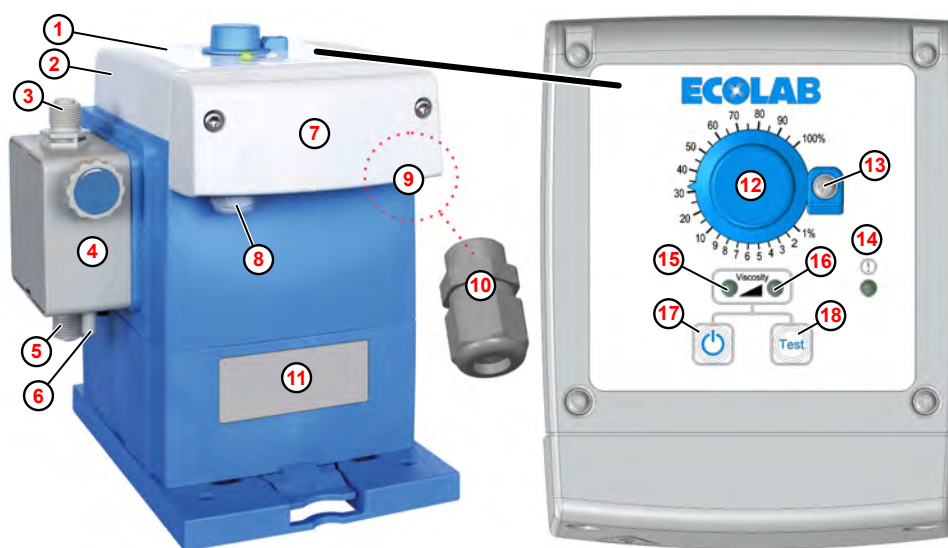

Fig. 1: Structure, éléments de commande et passages de câbles du système EcoPro
Pour le raccordement du câble du signal d'autorisation, un presse-étoupe (M12 x 1,5) est fourni avec la pompe (Fig. 1 , ⑩).